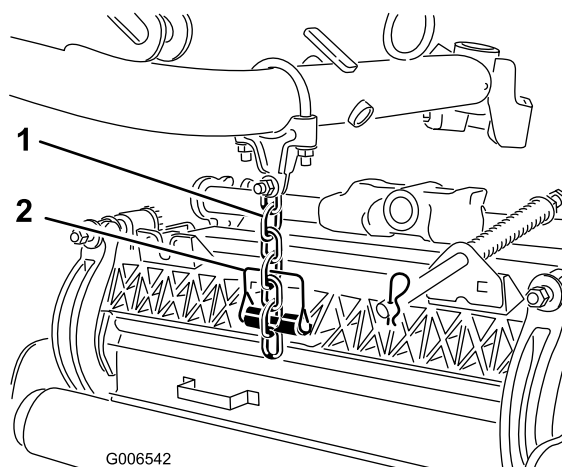

図 19
7. スナップ・ピンを使って、昇降アームのチェーンをカッティングユニットのチェーン・ブラケット(図 19)に、以下の手順で固定する。